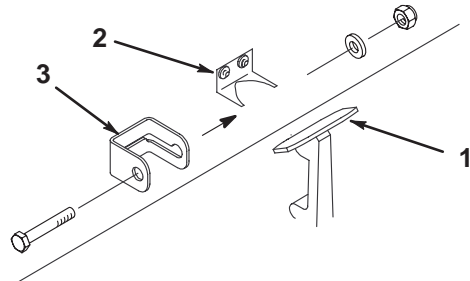

図 2
1. ブラケットからラッチを外す (図2)
2. フード・ロック (図2) をラッチに合わせて入れる。
3. ラッチをブラケットに取り付け直す (図2)
4. ロック・ブラケットにキャップスクリュー (1/4 x 1-1/2) を通し、平ワッシャ、ロックナットで締め付ける (図2)